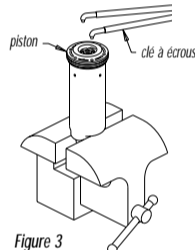

Figure 3
- Serrer l'œillet de la tige de piston dans l'étau et utiliser une clé à écrous pour dévisser (dans le sens contraire des aiguilles d'une montre) et retirer le piston (Figure 3). Pour modifier l'amortissement de compression ou l'amortissement de rebond, la vis en laiton dans le piston doit être retirée à l'aide d'une clé à douilles. On peut remplacer la rondelle de valve ou la vis en laiton avec les composants se trouvant dans le Kit de réglage. Veiller à bien remonter les pièces comme l'indique la Figure 7. Bien serrer la vis—ne pas trop forcer.